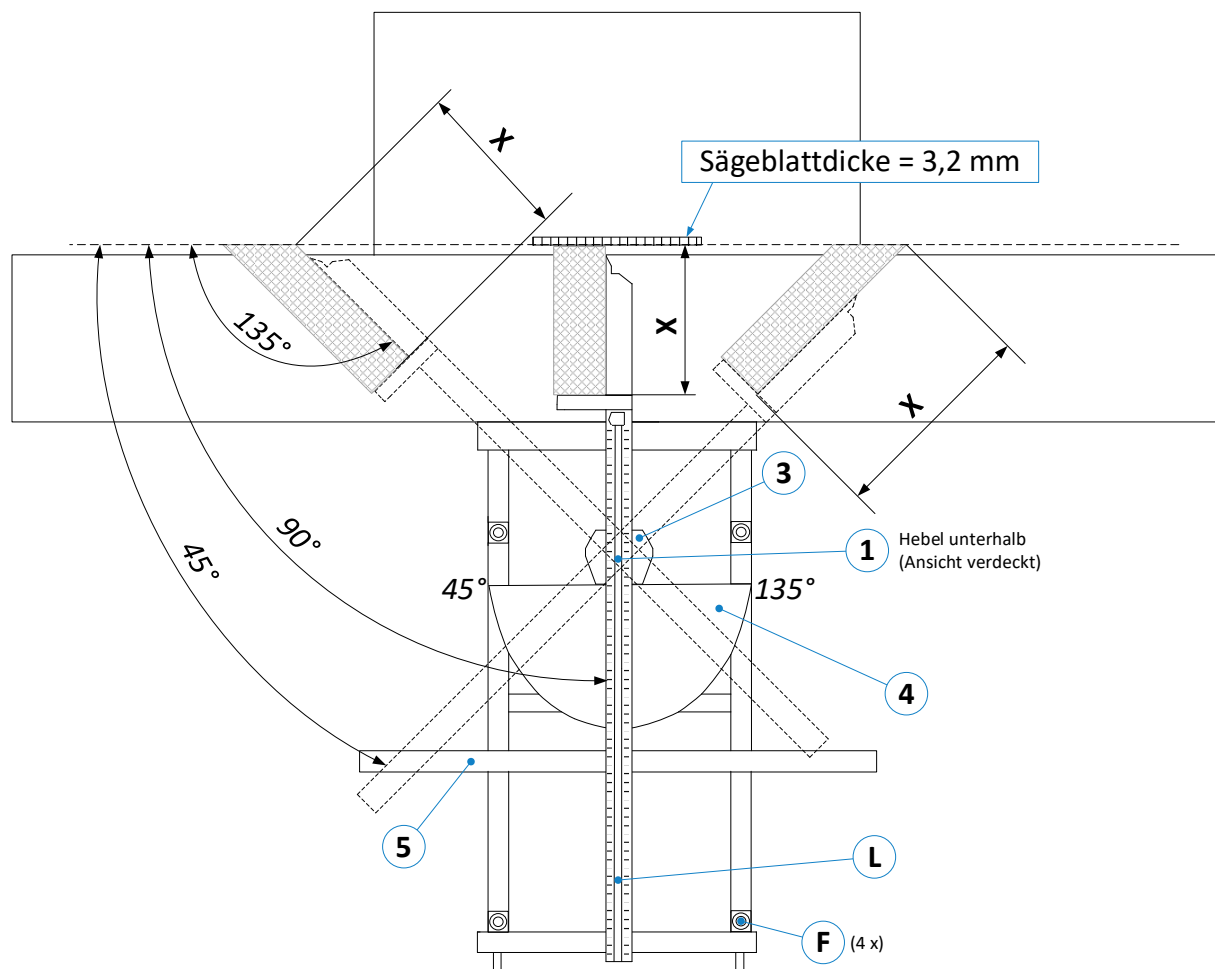
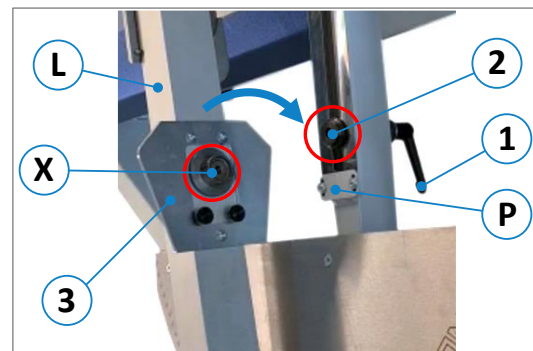

Abbildung 1: Übersicht Super Gehrfix I
Abbildung 2: Längenanschlag aufsetzen
- Klemmhebel (1) lösen und den Aufnahmebolzen (2) in Richtung der Anschlagplatte (P) schieben (siehe ⇒ Abbildung 1 und ⇒ Abbildung 2).
- Den Längenanschlag (L) nun auf den Querschlitten aufsetzen, so dass der Aufnahmebolzen (2) in die Aufnahme (X) auf der Unterseite der Anschlagplatte (3) eingeführt werden kann.
- Jetzt den Klemmhebel (1) wieder festziehen.